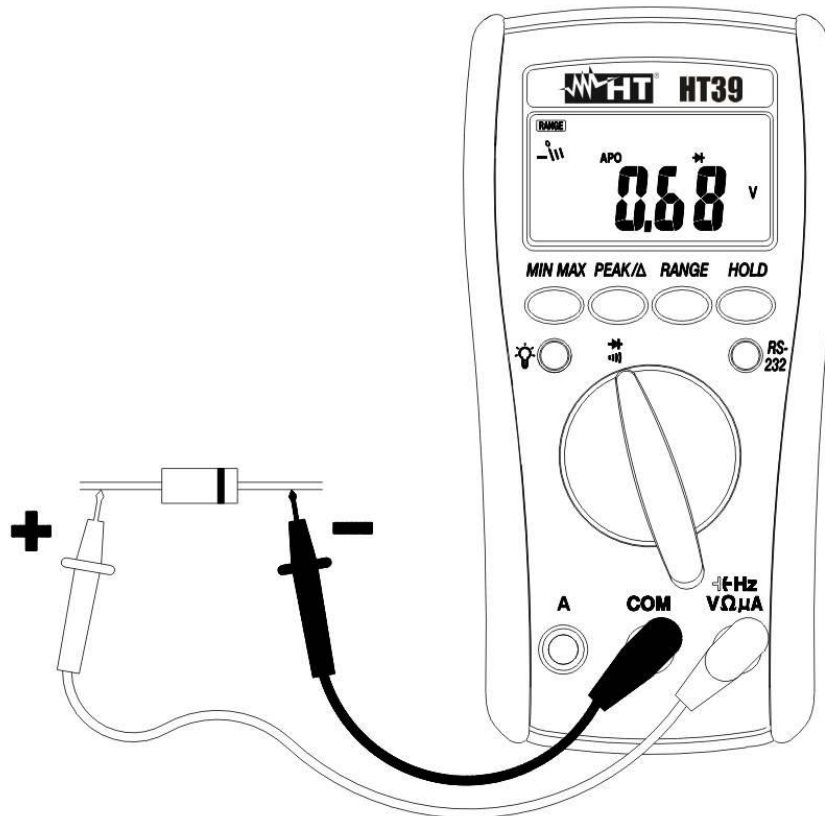

Fig. 9: Prova Diodi e test continuità
2. Inserire il cavo rosso nel terminale di ingresso  $\rightarrow$  HzVΩμA e il cavo nero nel terminale di ingresso COM (vedere la Fig. 9).